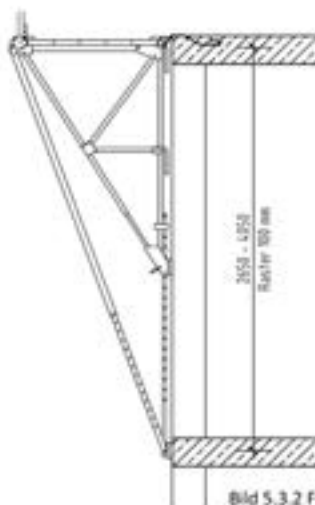

Bild 5.3.2 Fußverlängerung
- Zur vertikalen Überbrückung von Wandöffnungen oder im Skelettbau (s. Bild 5.3.2)